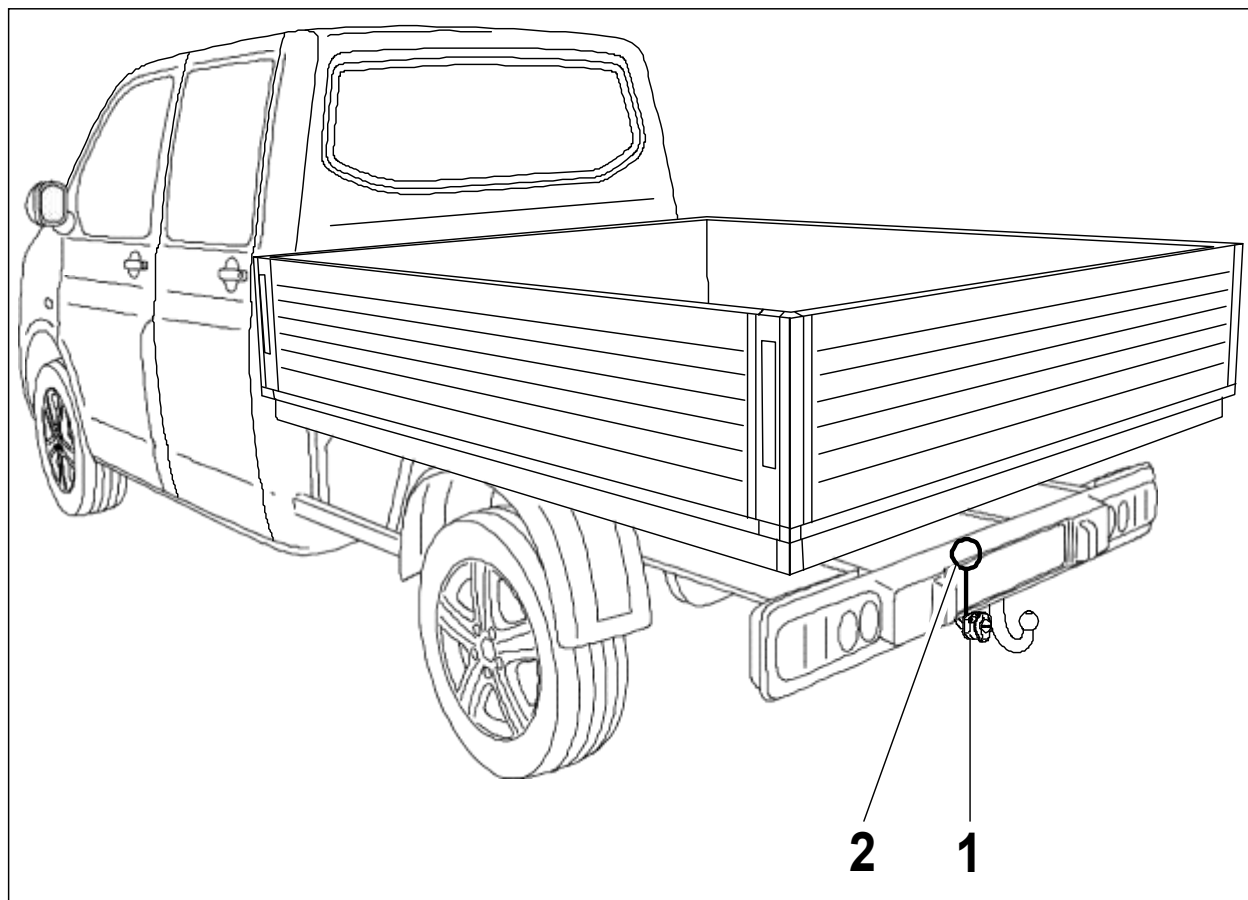

Fig. 1: vista generale d'installazione
2. Estrarre le 2 connettore a spina da 2 e 14 poli della vettura (non sarà più utilizzato) e inserire il connettore da 2- e 14 poli del set di cavi della presa (fig. 1/2), facendolo scattare in posizione.
3. Far passare l'alloggiamento dei microswitch e l'inserto contatti attraverso il foro el supporto presa (fig. 1/1).
6. Stringere la presa sul tubolare trasversale o sul supporto presa (fig. 1/1) con le viti presenti, coppia di serraggio: max. 2,0 Nm.